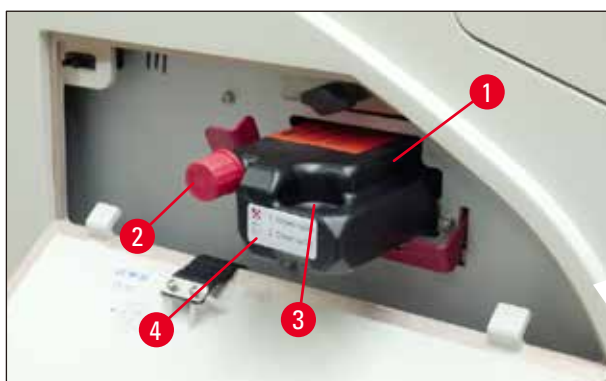

図 57
3. 保護フィルムを外した後、カートリッジを半分ほどカートリッジスロットに挿入します (→ "図 57")。